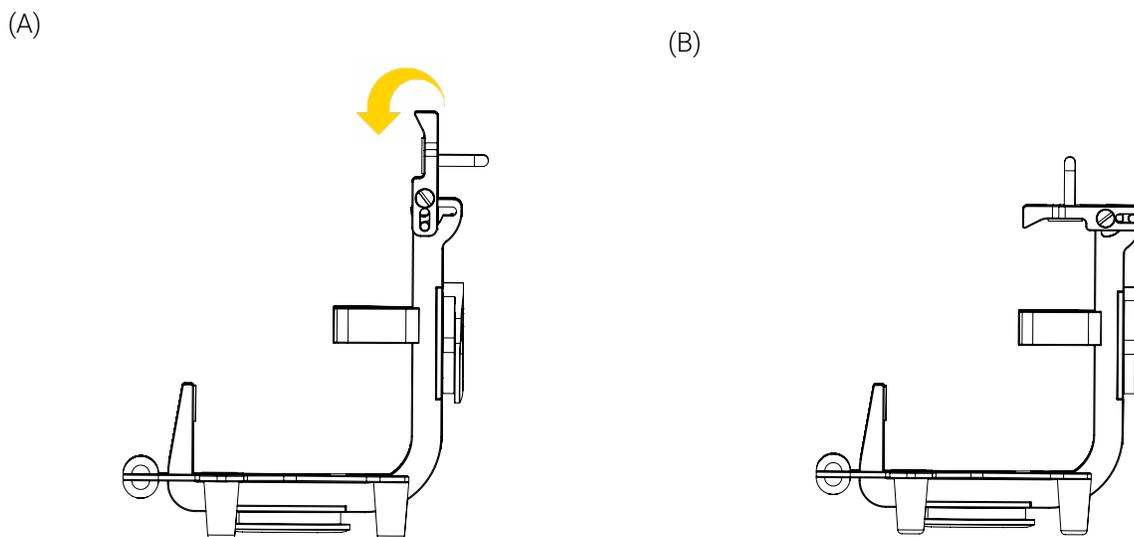

Figure 10: Fermeture et verrouillage du support
3. Basculer le dessus du support par dessus l'appareil médical, puis appuyer jusqu'à ce que le support se verrouille et soit sécurisé (Figure 10).